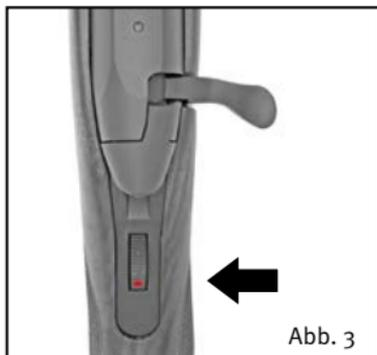

Abb. 3
Feuer-Stellung (Abb. 3)
3. Das Sicherungsrad in die Feuerstellung (Abb. 3) drehen.